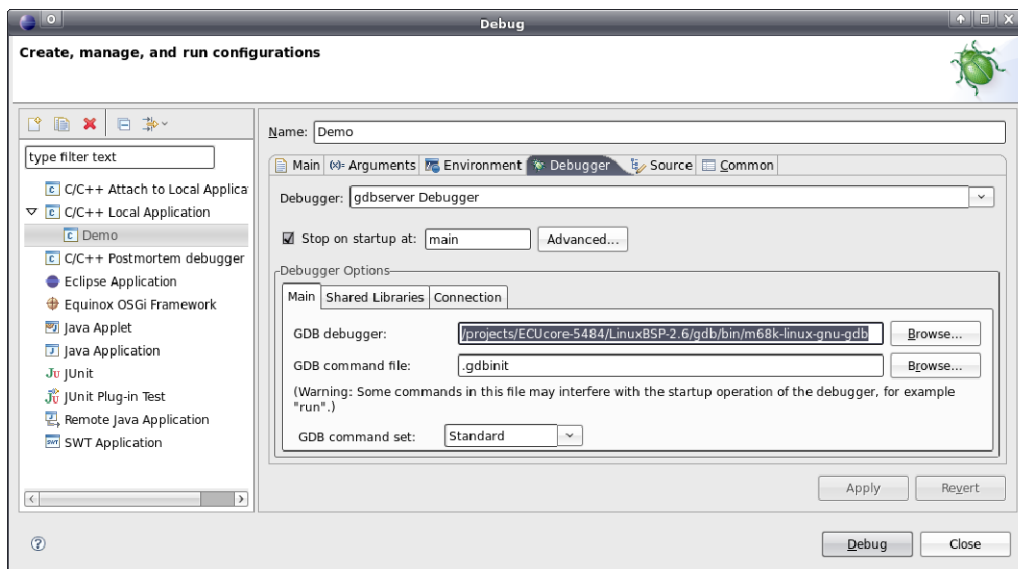

Bild 55: Auswahl des GDB Debuggers
2.2 Auswahl des zu benutzenden GDB Debuggers (siehe Bild 55)
Auf der Host-Seite muss der in der GNU-Crosscompiler Toolchain für Freescale MCF54xx-Prozessoren enthaltene GDB Debugger verwendet werden. Um diesen auszuwählen, ist zunächst das Tabsheet "Debugger" zu aktivieren. In der Sektion "Debugger Options" ist im Untertabsheet "Main" im Feld "GDB debugger" (siehe Bild 55) der entsprechende GDB Debugger der Crosscompiler Toolchain mit vollständigem Pfad anzugeben (für das angegebene Beispiel: "/projects/ECUcore-5484/LinuxBSP-2.6/gdb/bin/m68k-linux-gnu-gdb").